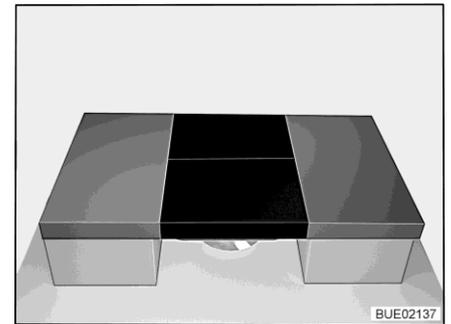

Fig. 122 Después de la transformación
- Colocar dos cojines adicionales en la mesa (véase Fig. 122).